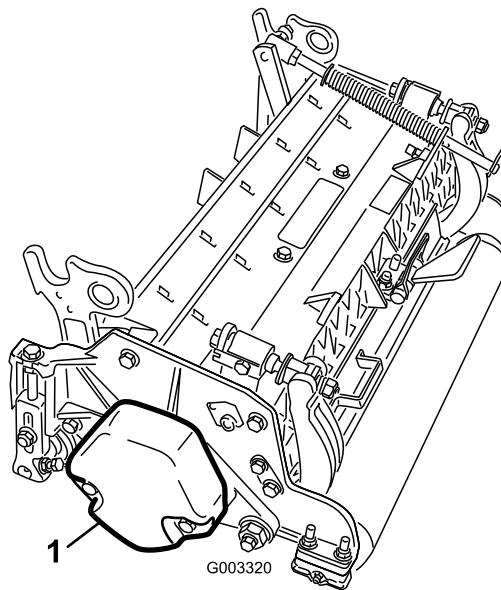

Figure 15
1. Sur les plateaux de coupe n° 2, 4 et 6, enlevez les 2 vis qui fixent le contrepoids à l'extrémité gauche du plateau de coupe. Déposez le contrepoids (Figure 15).